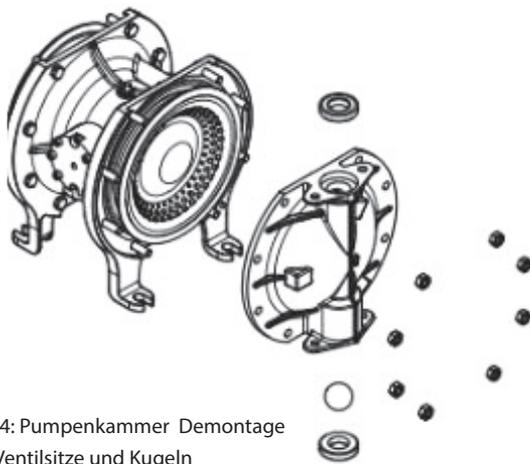

Abb. 4: Pumpenkammer Demontage incl. Ventilsitze und Kugeln
- Schrauben der Pumpenkammern lösen (Abb. 4)